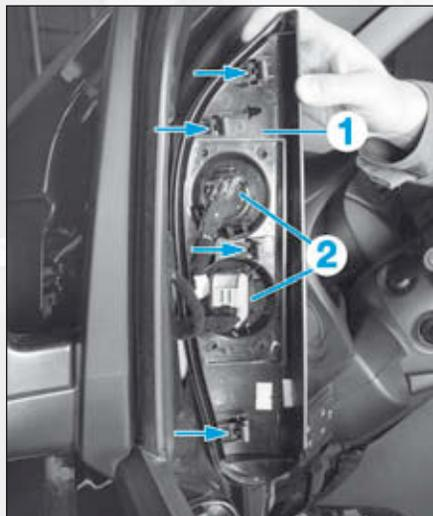

FIG.51
- Dégrafer le cache (1) du montant de porte (Fig.51).
- Débrancher les connecteurs (2).
- Déposer le cache (1).